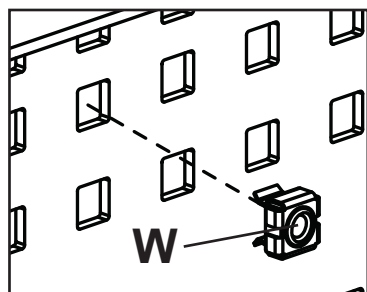

fig 5.1
- 3** Retirez la plaque d'installation du support mural (G).
- 4** Attach and tighten two support brackets (C) to inside of interface plate (A) and wall plate (B) using two sets of 1/4-20 x 1" round phillips head screws (U), 1/4" flat washers (X) and 1/4-20 flanged serrated locknuts (V). Repeat for remaining interface plate then tighten all fasteners.
- 5-1** Alignez le support mural (G) sur les plaques d'interconnexion (A) pour déterminer l'emplacement des écrous prisonniers (W) servant à fixer le support mural (G) aux plaques d'interconnexion. Installez les écrous prisonniers à l'arrière des plaques d'interconnexion (A) comme illustré à la figure 5.1.